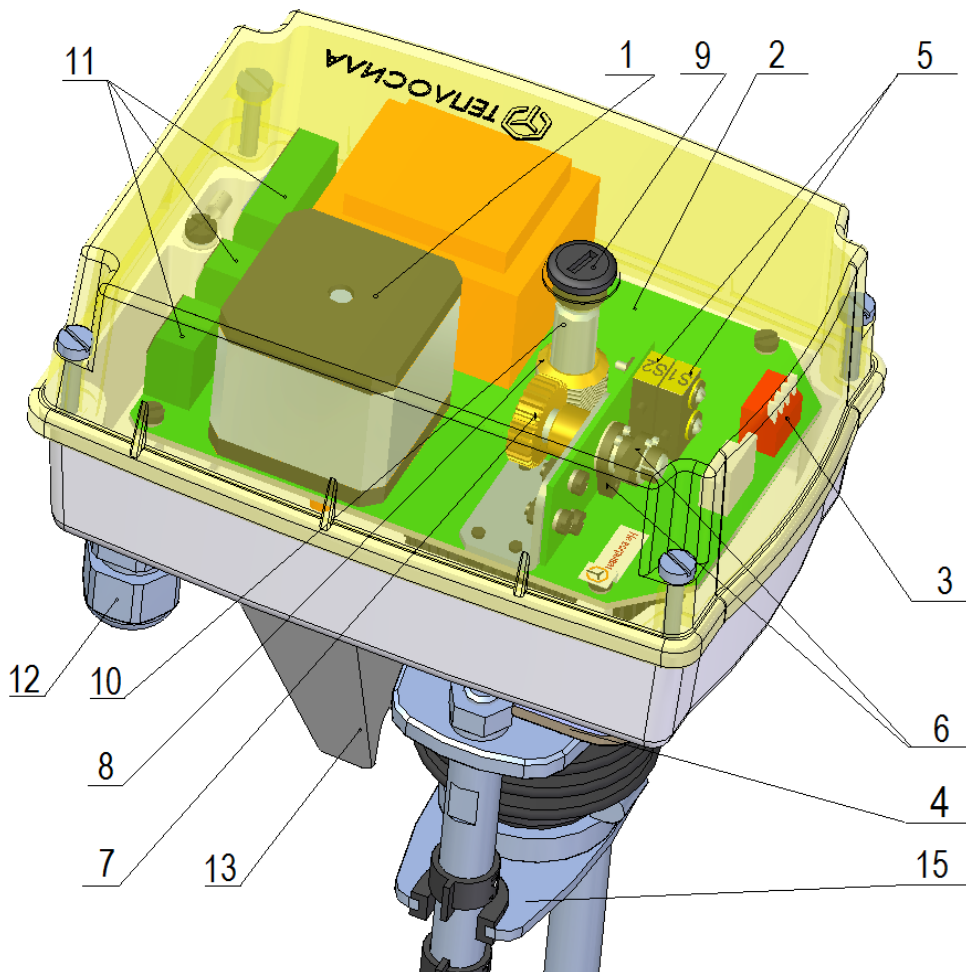
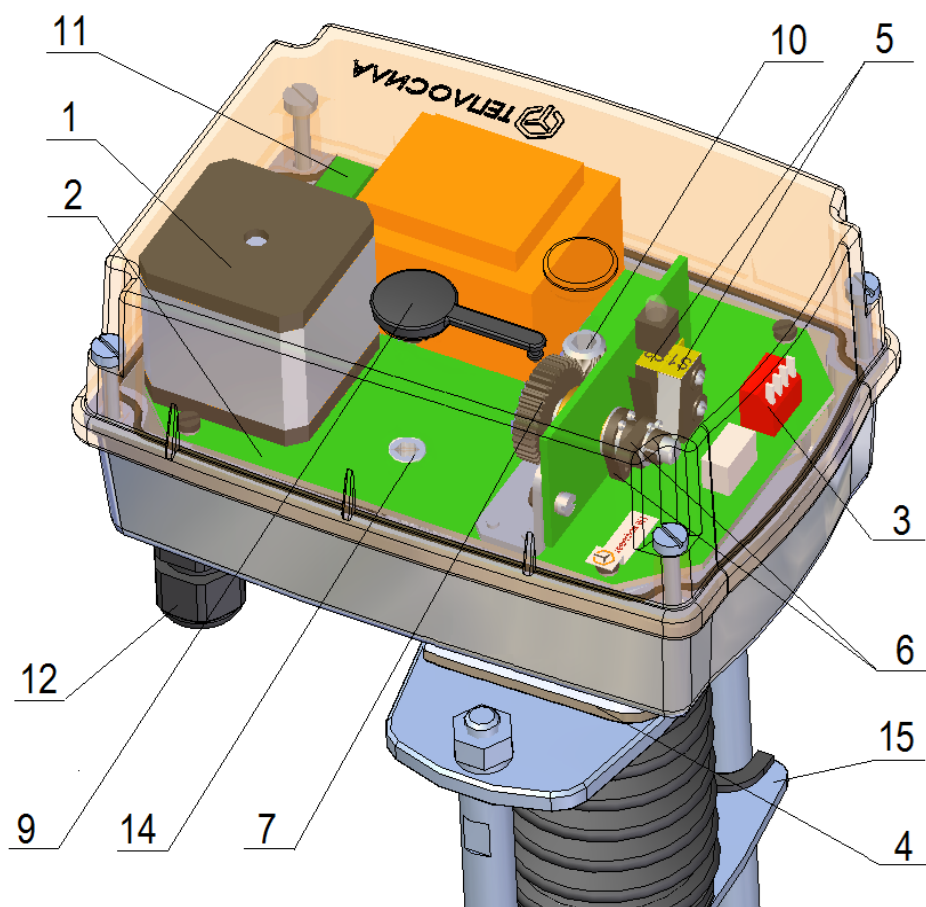

Рисунок 1 – Общий вид TSL-1200-1, TSL-1600-1(1R), TSL-2200-1(1R,1S), TSL-3000-1(1S)
Рисунок 2 – Общий вид TSL-6000-1
Электропривод в выключенном состоянии имеет возможность управления выходным органом с помощью ручного дублёра (4) (рисунки 1 и 2) - шестигранный ключ 5мм (установлен на корпусе), который через отверстие в верхней крышке, предварительно открыв пробку (9), вставляется в отверстие в валу (10) (рисунок 1), или в отверстие шестерни (14) (рисунок 2).